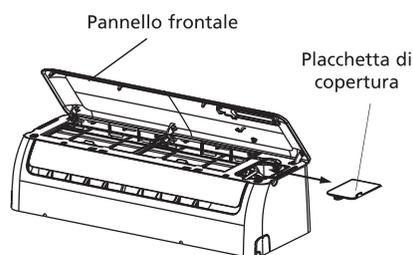

Figura 16
- Per poter montare il cavo sul blocco di allacciamento della parte interna: Rimuovere il pannello frontale e la placchetta di copertura dalla morsetteria che si trova sul retro della parte interna. Figura 16.